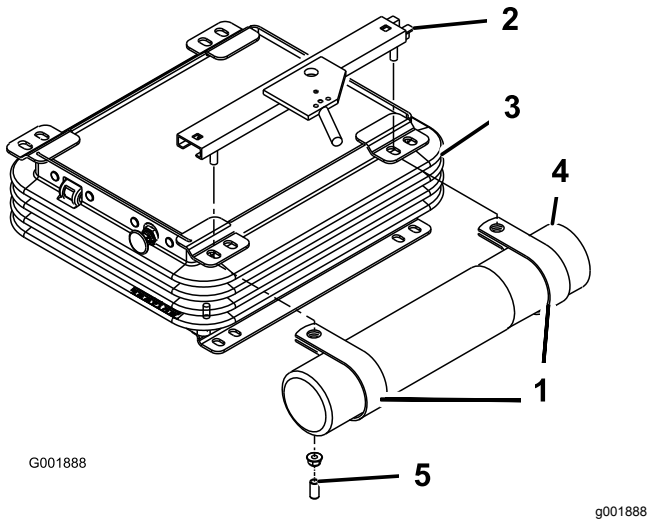

Figura 7
2. Retire las 2 tuercas y los tapones de vinilo (si están instalados) que sujetan el soporte superior del asiento al lado izquierdo de la suspensión del asiento (Figura 7).
3. Monte provisionalmente las abrazaderas de R a los espárragos del soporte del asiento con las 2 tuercas anteriormente retiradas (Figura 7).
4. Instale el tubo del manual en las abrazaderas en R y apriete las tuercas (Figura 7).